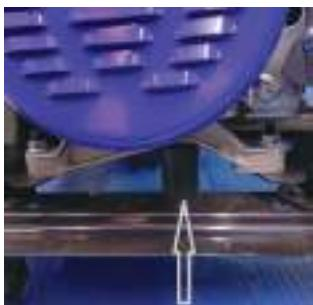

Рис.3.
6.1. ВНИМАНИЕ! Перед началом работы удалите транспортировочную опору! (см. рис. 3)